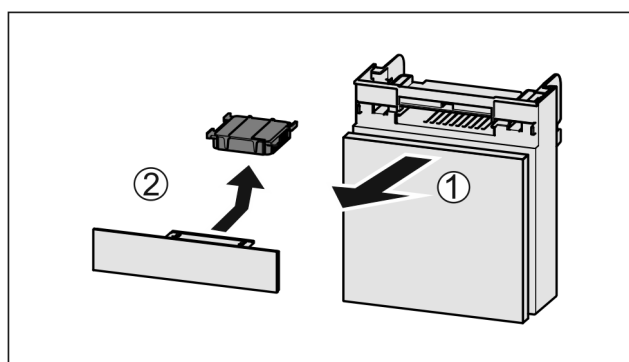

Fig. 107
- ▶ Wyciągnąć Fig. 107 (1) komorę do przodu.
- ▶ Wyjąć Fig. 107 (2) filtr z węglem aktywowanym.